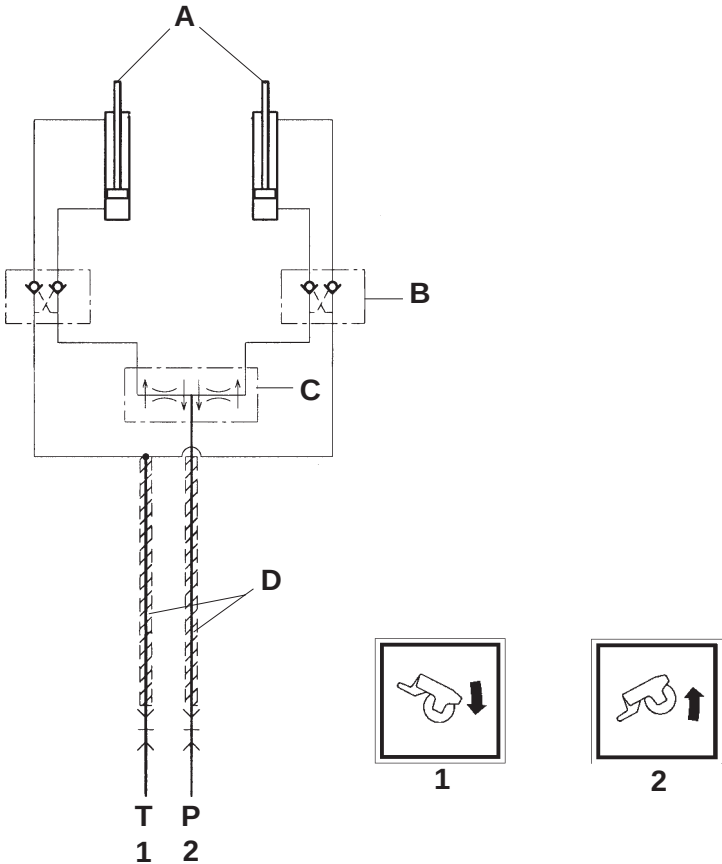

Fig. 15
Tras haber realizado las operaciones preliminares (enganche de los 3 puntos al tractor y acoplamiento del cardán) hay que conectar al tractor la instalación hidráulica (Fig.15) que permite accionar
trattore l'impianto idraulico (Fig. 15) che permette l'azionamento dei due cilindri idraulici (A Fig. 15) per la regolazione del rullo posteriore che determina la profondità di lavoro. I tubi idraulici hanno delle etichette adesive di riconoscimento che sono rappresentate da:
N.B. I due cilindri (A Fig. 15) sono corre-dati da una valvola di blocco automatica (B Fig. 15).
tor (Fig. 15) in order to operate the two hydraulic cylinders (A Fig. 15) and ad-just the rear roller that establishes the working depth. The hydraulic pipes have identification stickers representing:
NOTE: The two cylinders (A Fig. 15) are equipped with an automatic blocking valve (B Fig. 15).
vorzunehmen (Abb. 15), um die beiden Hydrozylinder (A Abb. 15) für die Einstel-lung der heckseitigen Walze betätigen zu können, mit der die Arbeitstiefe festge-legt wird. Die hydraulischen Leitungen sind alle mit Aufklebern versehen, um die Erkennung zu vereinfachen. Diese Lei-tungen sind:
Anm.: Die beiden Zylinder (A Abb. 15) sind mit einem automatischen Sperrventil versehen (B Abb. 15).
lique (Fig. 15). Celle-ci permet d'action-ner les deux vérins hydrauliques (A Fig. 15) pour le réglage du rouleau arrière qui détermine la profondeur de travail. Les tubes hydrauliques portent des étiquet-tes adhésives permettant de les recon-naître, représentant:
N.B: Les deux vérins (A Fig. 15) sont équipés d'une vanne de blocage auto-matique (B Fig. 15).
los dos cilindros hidráulicos (A Fig.15) para la regulación del rodillo trasero que determina la profundidad de trabajo. Los tubos hidráulicos tienen unas etiquetas adhesivas que indican:
Nota: los dos cilindros (A Fig.15) tienen una válvula automática de bloqueo (B Fig.15).